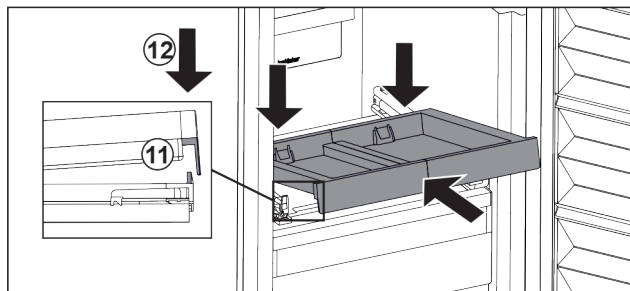

Fig. 98
- Skjut in i vinkel. Kontrollera att stoppet befinner sig på båda sidorna bakom fliken. Fig. 98 (11)
- Sätt ned utdragshyllan framtill. Fig. 98 (12)